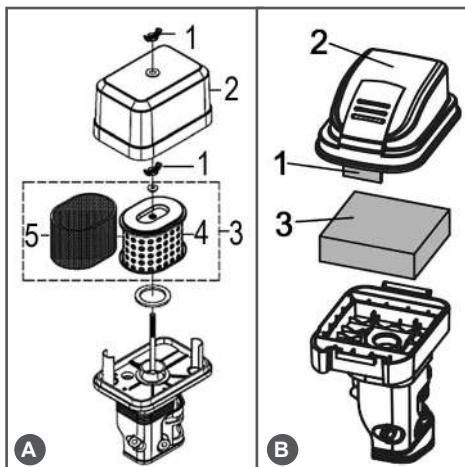

Рис. 10 Обслуживание воздушного фильтра
тра) (Рис. 10 п. 1) и снимите крышку воздушного фильтра (Рис. 10 п. 2).
- Извлеките из корпуса воздушный фильтр (Рис. 10 п. 3).
- Поролоновый (предварительный) фильтрующий элемент тип «А» (Рис. 10А п. 5) установлен на корпусе бумажного фильтрующего элемента (Рис. 10А п. 4).
- При незначительном загрязнении промойте поролоновый фильтр (Рис. 10А п. 5 и Рис. 10В п. 3) теплым мыльным раствором и просушите. Поврежденный или сильно загрязненный поролоновый фильтр замените.
- Воздушный фильтр тип «В» - поролоновый (Рис. 10В п. 3) смочите специальным или чистым моторным маслом, после чего отожмите излишки масла.
Бумажный фильтрующий элемент (Рис. 10А п. 4) не подлежит очистке, необходима его замена. Не продувайте бумажный фильтрующий элемент сжатым воздухом, не промывайте его в бензине и других растворителях. Эксплуатация двигателя с грязным или поврежденным воздушным фильтром, или без воздушного фильтра приведет к попаданию грязи и пыли в карбюратор и двигатель, что в свою очередь, станет причиной его быстрого износа. Двигатель в этом случае не подлежит ремонту по гарантии.